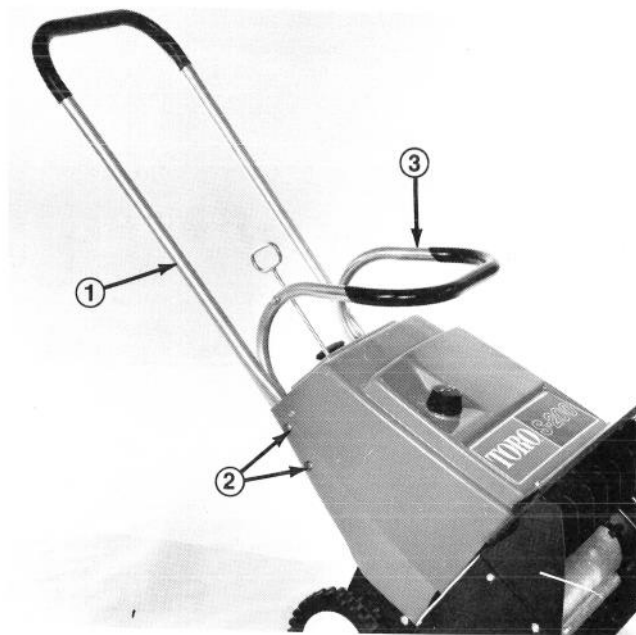

Figure 3
2. Glissez le mancheron supérieur entre le mancheron inférieur et la garde (Figure 3). Alignez les trous dans la garde, le mancheron supérieur et le mancheron inférieur (Figure 3).